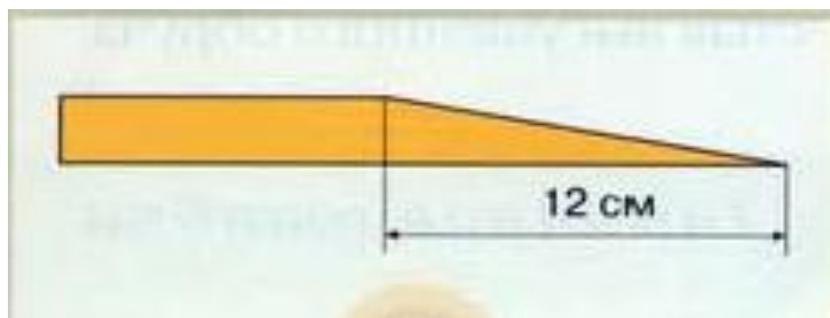

Рис.4
2. Стойки с комлевой части застругиваем «листиком» на длину около 12 см. Прут застругиваем ниже сердцевины, но не до самой коры, а с оставшейся белой древесиной. Слой белой древесины оставляем настолько тонким, чтобы заструганный конец стойки легко обвивал обруч. При правильном заструге оставшаяся толщина соответствует приблизительно четверти толщины стойки. Место схода прута с толстой части к тонкой закругляем, чтобы прут плотно облегал обруч (рис.4).